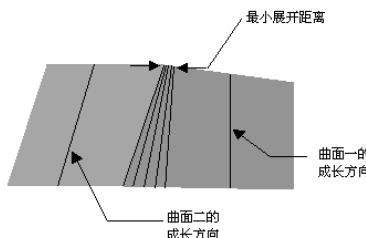

图 2-208 最小展开距离
**【最小展开距离】:** 随着刀具路径从一张曲面过渡到另一张曲面，曲面的成长方向会发生改变。由于刀具轴线自动与曲面成长方向相对齐，必须指定刀具由一个方向向另一个方向转移的距离，如图 2-208 所示。